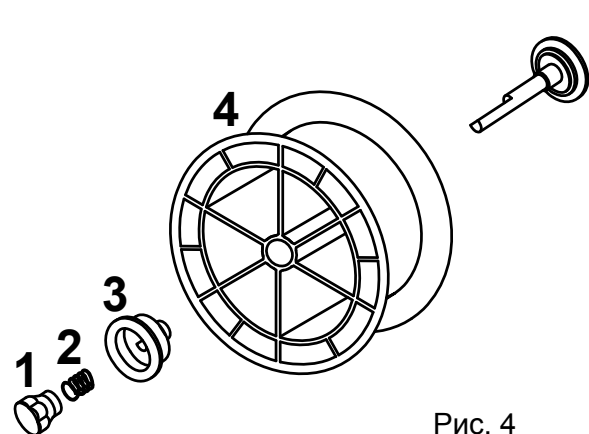
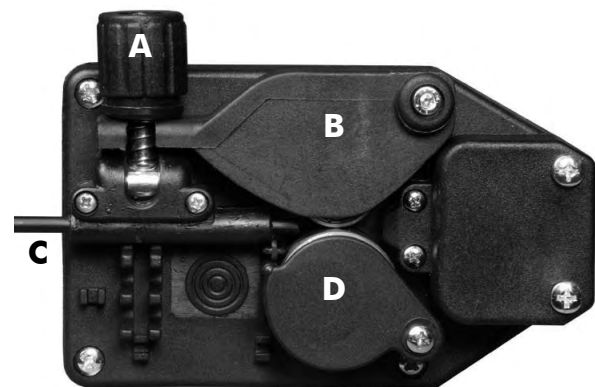

Рис. 4
Рис. 5
- Откройте боковую панель отверстия катушки. Отвинтите гайку (1) разматывателя (барabanный тормоз) и удалите пружину (2) и внешнее кольцо (3) (рис. 4).
- Снимите пластмассовую оболочку катушки (4) и вставьте её в разматыватель. Снова установите внешнее кольцо (3), пружину (2) и пластмассовую стопорную гайку (1), вместе составляющие систему замедления скорости катушки. ПРИМЕЧАНИЕ. Не слишком затягивайте гайку - излишняя затяжка увеличивает усилие двигателя, который тянет проволоку, тогда как слабое усилие не позволяет катушке по окончании сварки немедленно остановиться.
- Ослабьте и опустите пластмассовую рукоятку (A) и поднимите прижимной рычаг проволоки (B) (рис. 5). Удалите возможные остатки проволоки из кожуха проволоковода.
- Выпустите проволоку с катушки и с помощью двух зажимов прочно удерживайте так, чтобы она не могла развернуться. При необходимости распрямите конец проволоки перед тем, как вставить его во входную направляющую (C). Вставьте туда проволоку, пропустив её под нижними роликами (D) и вставив в кожух проволоковода.